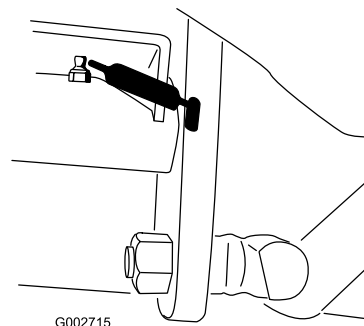

Bild 22
- Fahrpedal-Drehlager (1) (Bild 22)